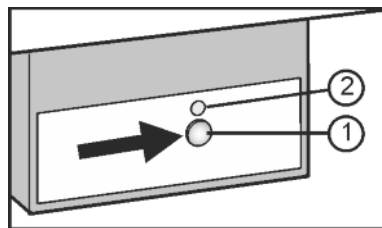

Fig. 22
- Nyomja meg az On/Off gombot Fig. 22 (1), hogy a LED Fig. 22 (2) világítson.